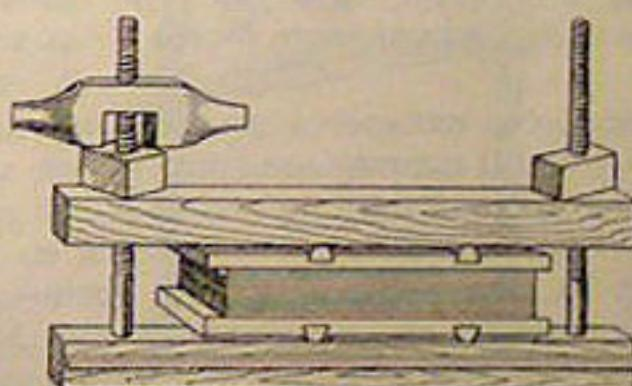

Рис. 12. Пресс обжимной деревянный
**Пресс деревянный обжимной винтовой** (рис. 12) состоит из двух березовых брусков длиной 60 см, шириной 10 см, толщиной 10 см. В нижнем бруске пресса закрепляются на расстоя-